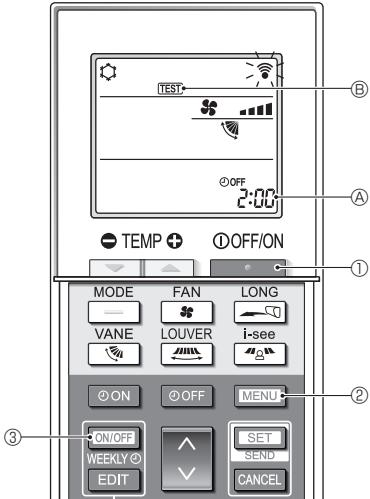

Fig. 7-5
7.2.2. Al usar el controlador remoto inalámbrico (Fig. 7-5)
■ Prueba de funcionamiento (Fig. 7-5)
- Pulse el botón ① para detener el acondicionador de aire.
- Si el temporizador semanal está activado (se muestra), pulse el botón ③ para desactivarlo (no se muestra).
- Pulse el botón ② durante 5 segundos.
- Pulse el botón ②.
- Se muestra ④ y la unidad entra en el modo de prueba de funcionamiento.